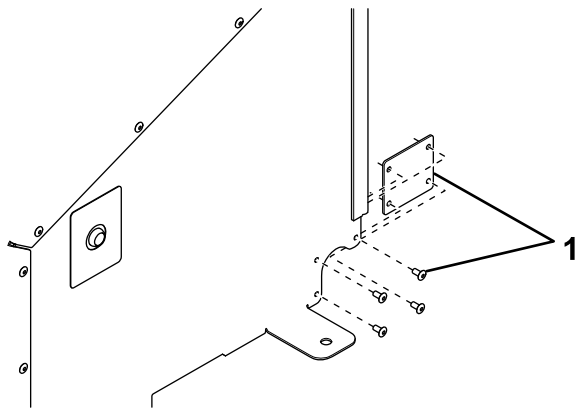

Bild 3
9. Entfernen und entsorgen Sie die Abdeckplatte der Gummitülle an der rechten Seite der hinteren Abdeckung (**Bild 3**).